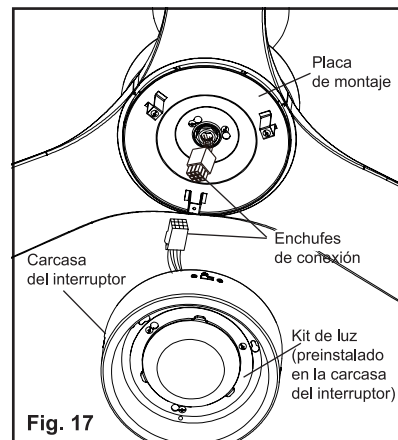

Fig. 17
Paso 1. Levanta y sujeta la carcasa del interruptor y el kit de luz (el kit de luz viene preinstalado en la carcasa del interruptor) cerca de la placa de montaje. (Fig. 17)